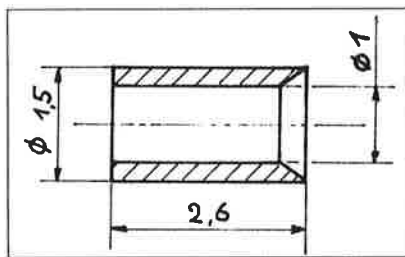

FIGURE 13
3. D'autre part, si on veut que le modèle puisse rouler sans problème, on ne peut pas se contenter d'un palier d'essieu en métal blanc. J'ai choisi de faire tourner la pointe de l'essieu dans une buselure en laiton (voir fig. 13), et pour avoir un réglage facile, cette buselure traverse de part en part la boîte à essieu. Si l'on dispose d'un tour celle-ci peut être fixée dans un outillage de reprise sur le chariot porte-outil, la mèche de 1,5 mm étant fixée dans la broche du tour. Opération délicate mais parfaitement faisable. Le cône dans la buselure est fait avec une petite fraise cônica dont l'angle se rapproche plus ou moins de celui de l'extrémité de l'essieu. Avec la même fraise on créera une surface de continuité entre la buselure et le métal blanc de la boîte à essieu. Ne pas encore placer ces buselures.